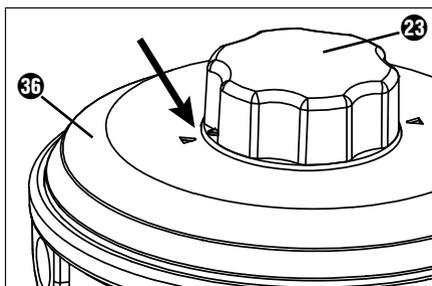

Fig. 1.
- 1) Asegúrese de que las dos flechas de la tapa 36 y del botón giratorio 23 de la bobina de hilo de corte 22 coincidan entre sí (consulte la fig. 1).